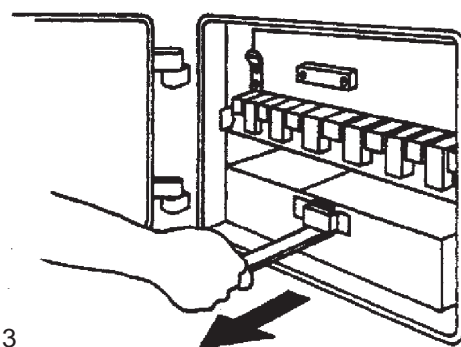

Fig. 13
- Enlevez le bac à cendres, videz-le et remettez-le en place (Figure 13).
- Enlevez le bac à cendres et videz-le (Figure 13).
Ouvrez la porte du cendrier pour accéder au bac à cendres, qui doit être vidé régulièrement (Voir Figure 13). L'hiver, il est parfois nécessaire de le faire plus de trois fois par jour, en fonction de la rigueur du froid.